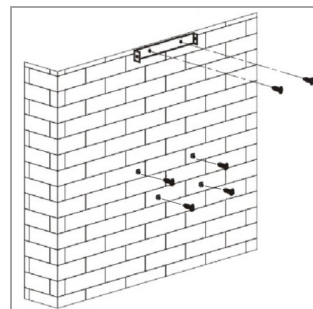

Abb. 2
**Für den Abluftbetrieb:** Befestigen Sie auf dem An- schlussstutzen (Abluftkanal) einen flexiblen Abluft- schlauch (Lieferumfang) mit 150 mm Innendurch- messer. Sichern Sie den Schlauch mit dem Kabel- binder [Abb. 2].